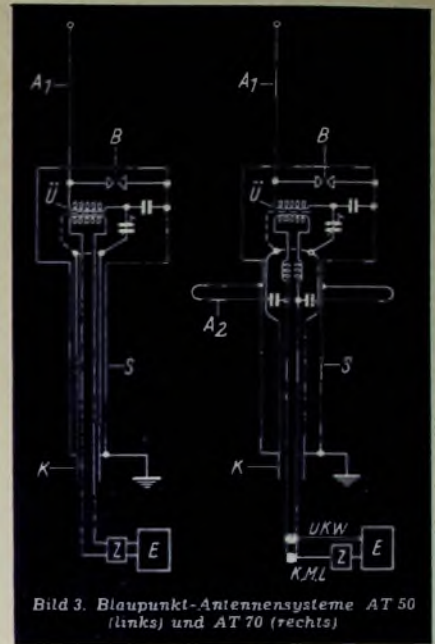

Bild 3. Blaupunkt-Antennensysteme AT 50 (links) und AT 70 (rechts)
Der schematische Aufbau der neuen Blaupunkt-Antennen geht aus Bild 3 hervor. Die Stabantenne (A₁) wird auf dem Hausdach unter Verwendung des Standrohres (S) so befestigt, daß sie sich außerhalb des Störnebels befindet. Vom Fußpunkt der Stabantenne führt ein abgeschirmtes, symmetrisches Kabel (K) zum Empfänger (E). Zur Anpassung der Antenne an das Kabel dient der Transformator (U). Er verwendet einen Kern aus Spezialmaterial, der vor kurzem neu entwickelt worden ist und eine verlustfreie Übertragung breiter Frequenzbänder gestattet. Die Wicklung wurde so aufgebracht, daß Verluste weitgehend vermieden werden. Innerhalb des Standrohres sind der mit einer Kompensationsschaltung versehene Transformator und die Blitzableitungselemente (B) dicht unterhalb des Isolators eingebaut. Auf diese Weise ergibt sich ein ausreichender Schutz gegen Witterungseinflüsse. Der Empfängerübertrager (Z) paßt die Antenne praktisch jedem beliebigen unsymmetrischen Geräteingang an.